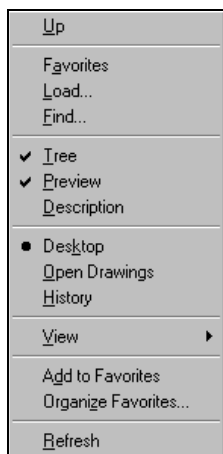

Рис. 7.18. Контекстное меню для загрузки папки **Favorites** из палитры
2. Щелкнуть правой кнопкой мыши на свободной части палитры и из контекстного меню выбрать **Organize Favorites** (Упорядочить "Избранное") (рис. 7.18). Откроется **Windows Explorer** (Проводник), в правой части которого будут выведены ярлыки, находящиеся в папке **Favorites** (Избранное).